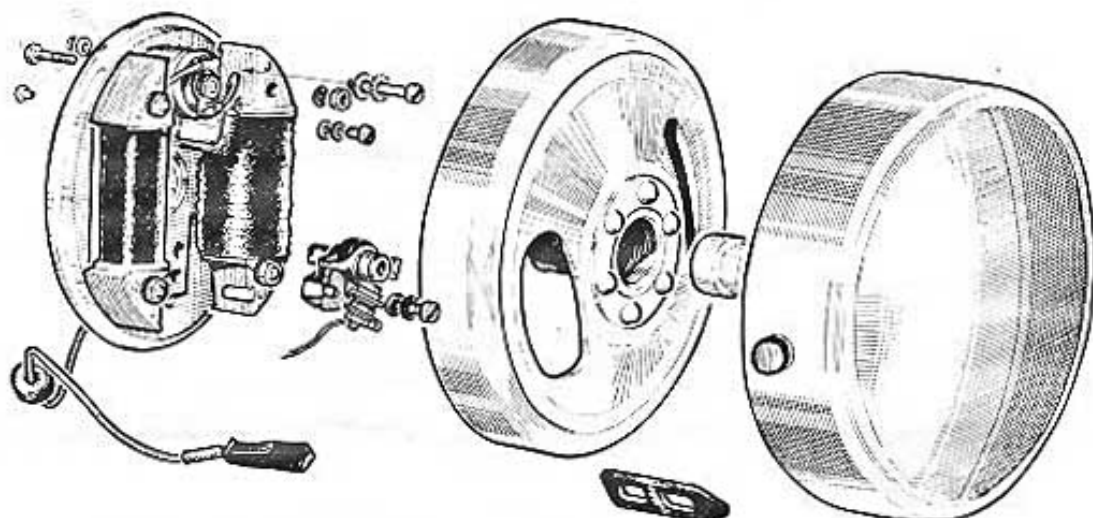

Fig. 12
- Dévisser les deux vis à tête cylindrique (tournevis) ; ne pas confondre avec les vis à tête goutte de suif fixant le rupteur et le condensateur (fig.12).